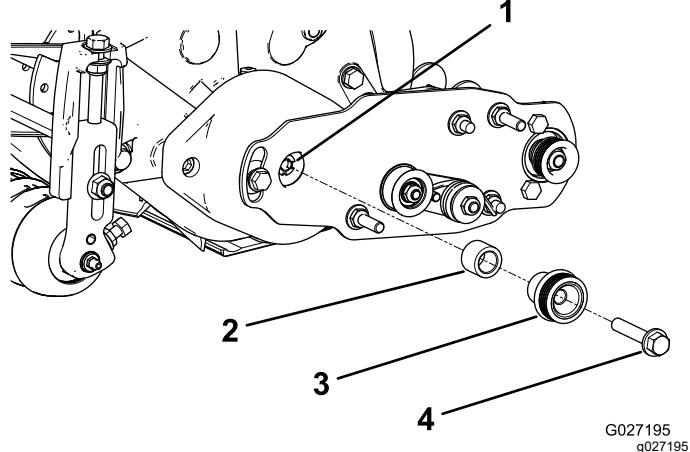

Bild 13
- Setzen Sie das Distanzstück auf die Welle im Lagergehäuse (Bild 13).
- Setzen Sie die Antriebsscheibe in das Distanzstück und auf die Antriebswelle (Bild 13).
- Befestigen Sie die Riemenscheibe und das Distanzstück mit einer Bundkopfschraube (3/8" x 2") an der Antriebswelle, siehe Bild 13.